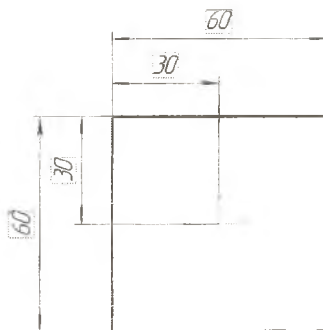

Рис. 10. Эскиз со всеми проставленными размерами
7) Самостоятельно задайте вертикальные размеры так, как это показано на рис. 10 (смотри пункт 4,5).